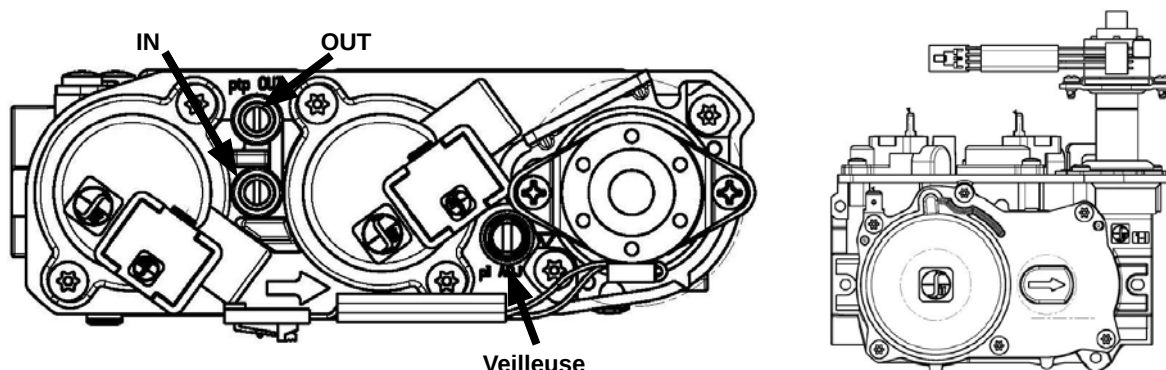

Figure 18.3.01
2. Les robinets d'essai de pression sont situés sur la face avant de la valve. L'entrée est marquée **IN** et la sortie est marquée **OUT**. Voir la **Figure 18.3.01**.
Les flammes ne doivent pas avoir de pointes jaunes mais doivent envelopper le détecteur de flamme et l'allumeur à étincelles. Il est possible de les ajuster en tournant la vis de réglage de veilleuse, marquée « PILOT » sur la valve de contrôle de gaz (voir **Figure 18.3.01**).